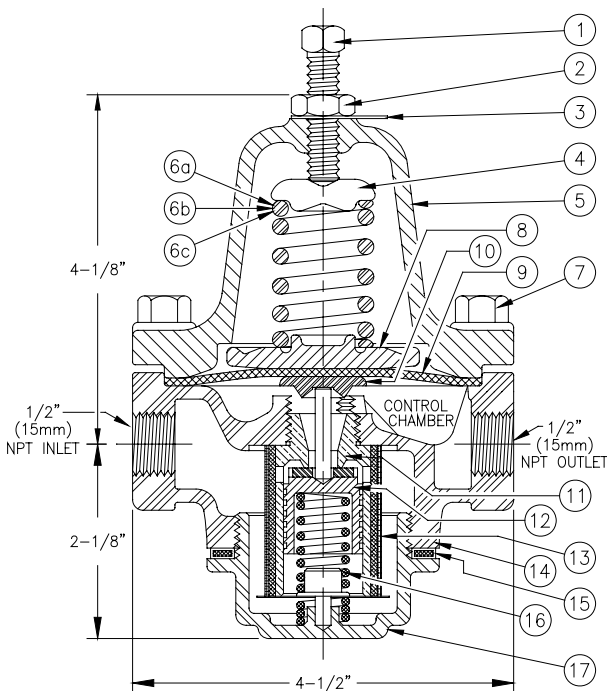

Figura 1
Consulte la tabla de la Figura 1
5. OPERACION (VER FIGURA 1.)
7. Si es necesario ajustar la Válvula Viking de Regulación de Presión, utilice la llave apropiada para: (Ver Figura 1.)
- a. Aflojar la tuerca de bloqueo (2)
- b. Girar el tornillo de ajuste (1) en el sentido de las agujas del reloj para aumentar la presión o al revés para disminuirla.
C. Mantenimiento Anual: (Vea Figura 1)
2. Utilice la llave apropiada para aflojar y quitar el Tapón hexagonal (2-1/8" exag.) de Bronce (17) con la Junta (15), Malla de Filtro (13) y Muelle Pistón (16). PRECAUCIÓN: El montaje está bajo la presión del Muelle (16).
3. Limpie e inspeccione la Malla de Filtro (13).
D. Cambio del Resorte de Regulación: (Consulte la Figura 1)